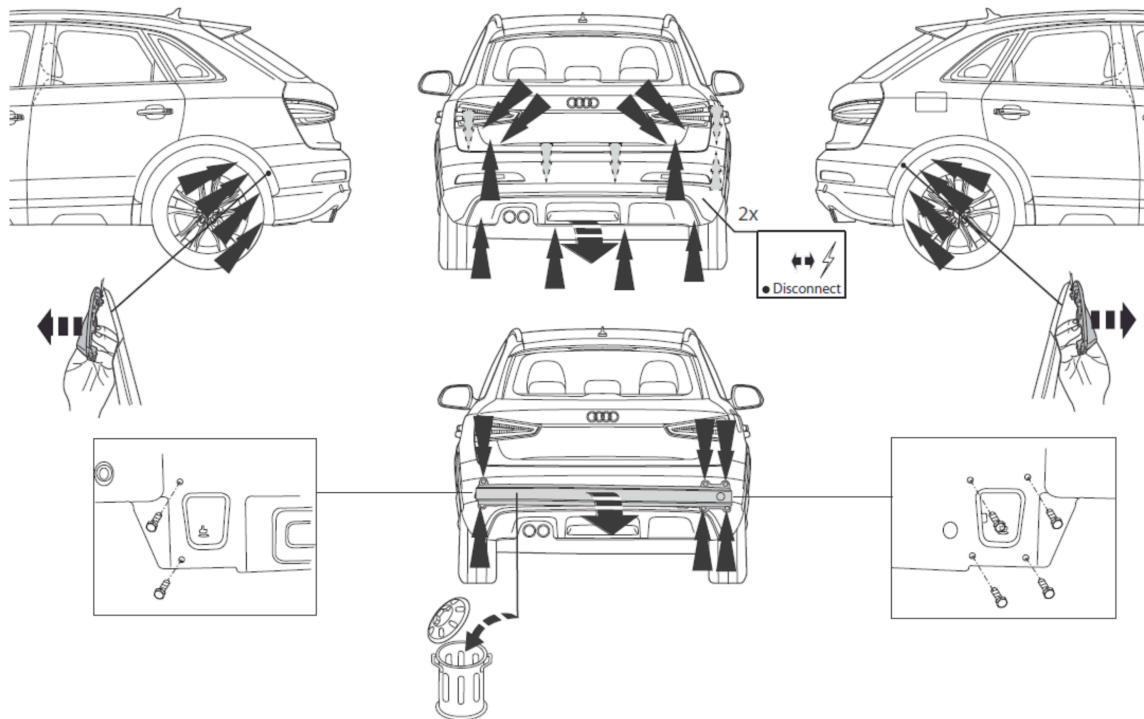

Fig. 3
1. Снять оба блока задних фар. Снять бампер вместе со буферным брусом автомобиля. Буферный брус больше не понадобится. Поставить болты на место. См. рисунок 3,4,5,6,7,8 & 9.